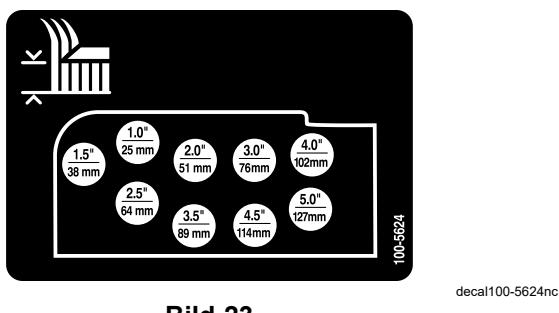

Bild 23
10. Montieren Sie die Schnitthöhenketten im gewünschten Schnitthöhenloch und befestigen Sie sie mit dem Splint und dem Lastösenbolzen (Bild 23).